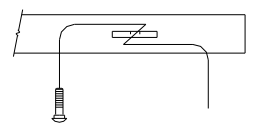

Figure 3.
2. À l'aide d'un fil de tirage, insérer un boulon de carrosserie et un grand bloc à travers les fentes dans le bas des longerons de châssis, tel qu'illustré à la **figure 3**.
2. À l'aide d'un fil de tirage, insérer un boulon de carrosserie et un grand bloc à travers les fentes dans le bas des longerons de châssis, tel qu'illustré à la figure 3.